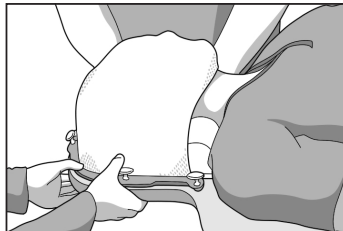

Fig. 3
5. Tendere la termoplastica dalla parte superiore verso il basso per 15-20 cm (6-8 pollici), fino a raggiungere il dispositivo (Fig. 3).